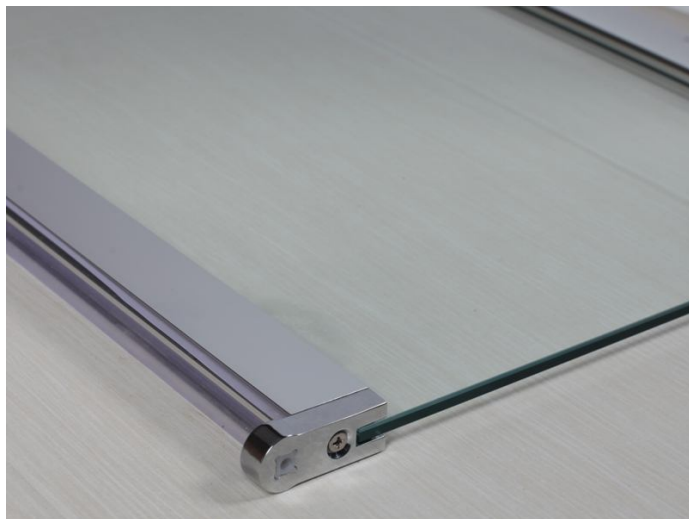

Рис.2
2. Прикрутите нижние шарниры, 2 шт. (рис.2).